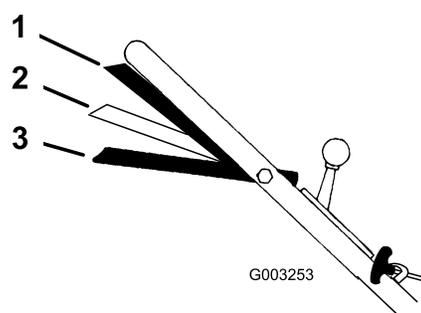

Figure 16
1. Placez le levier de changement de vitesses en position point mort (N).
3. Serrez la barre de commande contre le guidon en position Marche/déplacement (Figure 16).
de commande en position Marche/changement (Figure 16) pour changer de vitesse de déplacement.